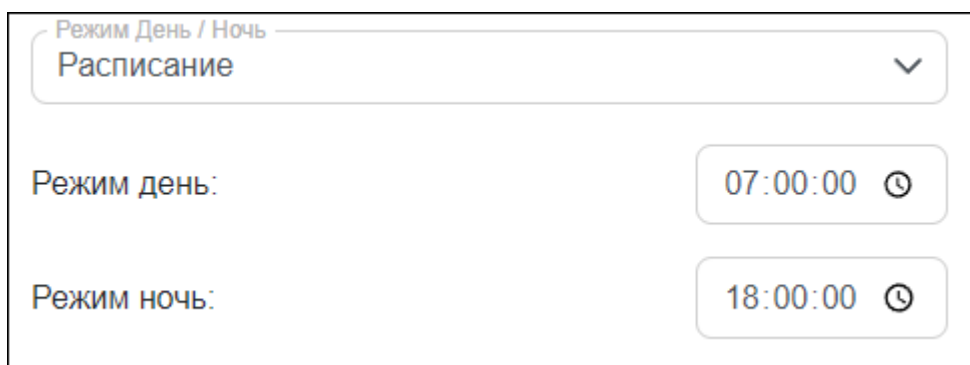

Рисунок 21 – Настройка включения ИК-фильтра по расписанию
– расписание (ИК-фильтр включен по расписанию, устанавливаемому пользователем (Рисунок 21 – Настройка включения ИК-фильтра по расписанию), с возможностью включения/отключения режима ИК-подсветки. Мощность ИК-подсветки регулируется при помощи ползунка.